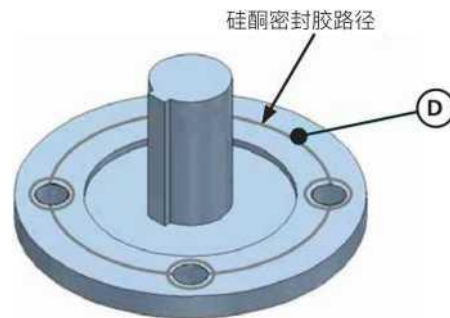

Рис. 6
2) Для герметизации фланца рекомендуется использовать силиконовый герметик. Нанесите кольцо силиконового герметика вокруг монтажной поверхности фланца, причем радиус уплотнительного кольца до штока должен быть таким же, как у отверстия под болтовое соединение. Нанесите небольшое кольцо герметика вокруг каждого отверстия, чтобы полностью обеспечить герметизацию поверхности. (См. рис. 6)